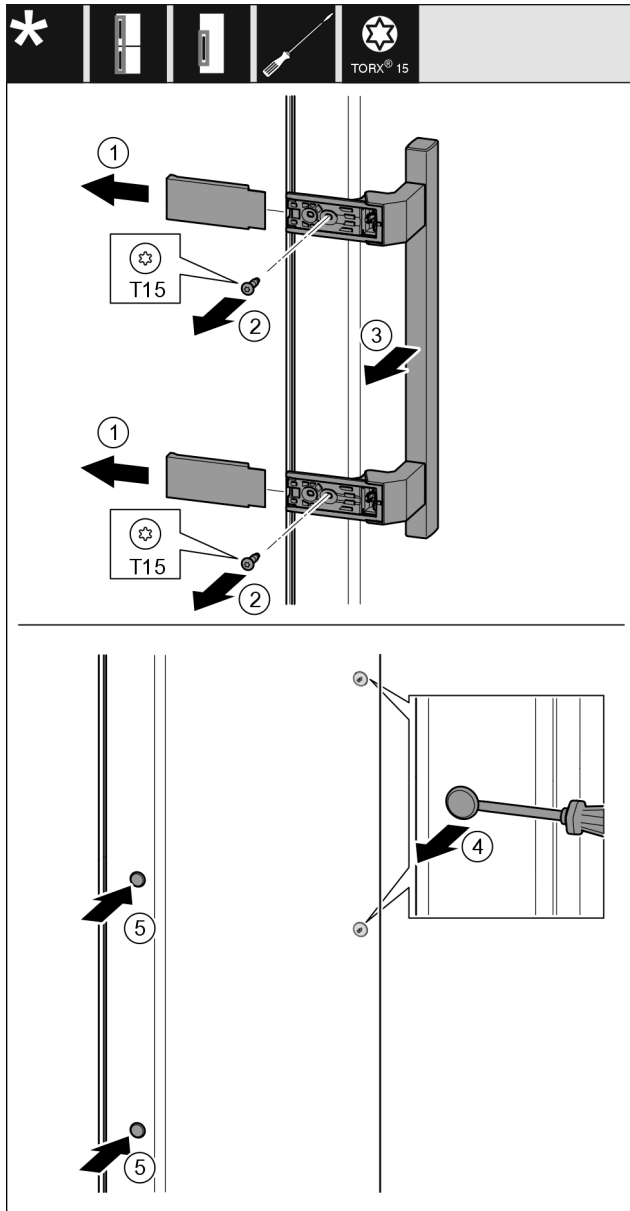

Fig. 42
- Abdeckung Fig. 42 (1) abziehen.
- Schrauben Fig. 42 (2) mit Schraubendreher herausdrehen.
- Griff Fig. 42 (3) abnehmen.
- Seitlichen Stopfen Fig. 42 (4) vorsichtig mit einem Schlitzschraubendreher anheben und herausziehen.
- Stopfen Fig. 42 (5) auf der anderen Seite wieder einsetzen.